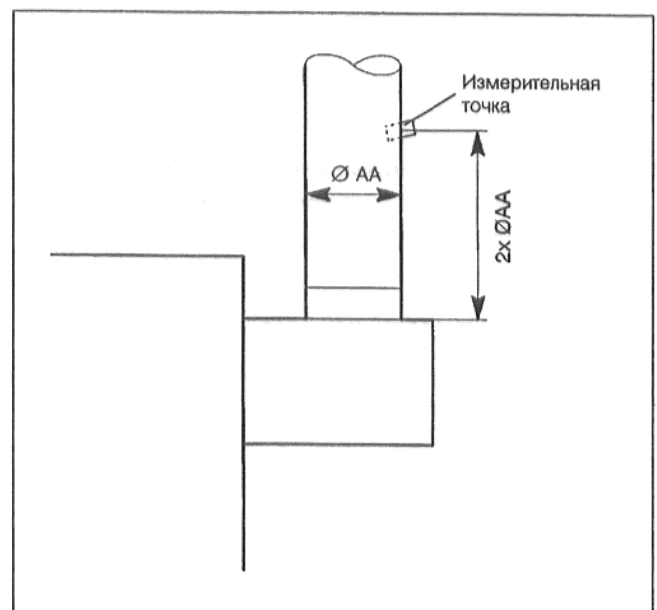

Рис. 30: Точка измерения в трубе отходящего газа
- Выполнить в трубе отходящего газа отверстие на расстоянии прикл. $2 \times \varnothing AA$ за предохранителем потока на стороне, обращенной от котла (Рис. 30).